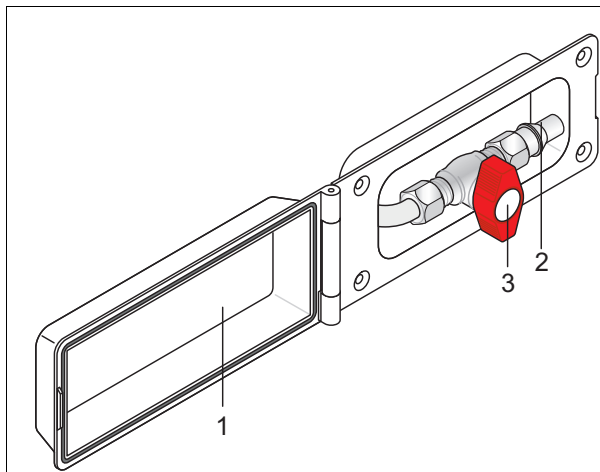

bild 72 Extern gasolanslutning
- ➔ Öppna luckan (bild 72/1) till den externa gasolanslutningen.
- ➔ Sätt en passande adapter på anslutningen (bild 72/2).
- ➔ Öppna kranen (bild 72/3).